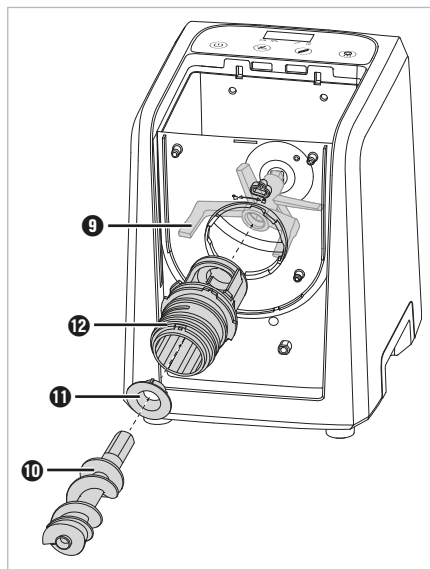
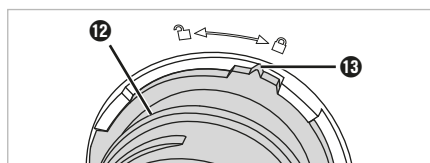
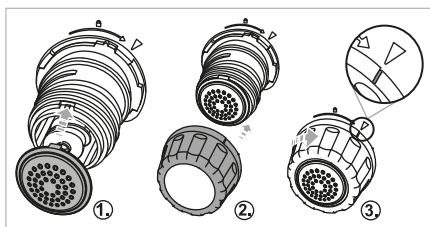

Fig. 3
Fig. 4
Fig. 5
- 4) Împingeți rulmentul **11** în capătul suportului **12**, astfel încât cele trei vârfuri de pe rulment **11** să alunece în decupașele din suport **12** (fig. 3).
- 5) Montați suportul **12** pe recipientul pentru aluat **15**. Pentru acest lucru împingeți suportul **12** cu capătul îngust prin orificiul rotund al recipientului pentru aluat **15** (fig. 3). Suportul **12** se potrivește prin orificiu doar într-o anumită poziție, marcajul **13** indică spre simbolul  de pe recipientul pentru aluat **15**. Rotiți suportul **12** în sens orar până când marcajul **13** de pe suport **12** coincide cu simbolul  (fig. 4):
- 6) Apoi, împingeți melcul ⑩ cu capătul îngust prin suport ⑫ în ștuțul de prindere al cârligului de frământat ⑨ (fig. 3). La nevoie, introduceți mâna de sus în recipientul pentru aluat ⑮ și mișcați puțin de cârligul de frământat ⑨, până când reușiți să introduceți melcul ⑩.
- 7) Așezați placa din față ⑮ pe recipientul pentru aluat ⑮ și apăsați ferm. Astfel, sistemele de blocare de pe placa din față ⑮ trebuie să alunece în decupajele de pe recipientul pentru aluat ⑮.
- 8) Alegeți discul pentru forme ③ corespunzător (a se vedea capitolul 9. **Discuri pentru forme**) și împingeți-l pe suport ⑫, astfel încât ambele sisteme de blocare de pe discul pentru forme ③ să alunece în decupajele de pe suport ⑫ (fig. 5).
- 9) Împingeți sistemul de fixare a discului pentru forme ⑭ pe suport ⑫ și înșurubați-l în sens orar spre simbolul ① (fig. 5). La nevoie, fixați cu mâna liberă discul pentru forme ③.
- 10) Montați capacul ② doar după ce ați turnat făina necesară în recipientul pentru aluat ⑮ (a se vedea capitolul 11. **Producerea pastelor**).
- 11) Introduceți ștecărul într-o priză ușor accesibilă. Se aude un semnal sonor și ecranul ① se aprinde scurt. Aparatul se află acum în modul standby. Aparatul este acum montat și gata de funcționare.